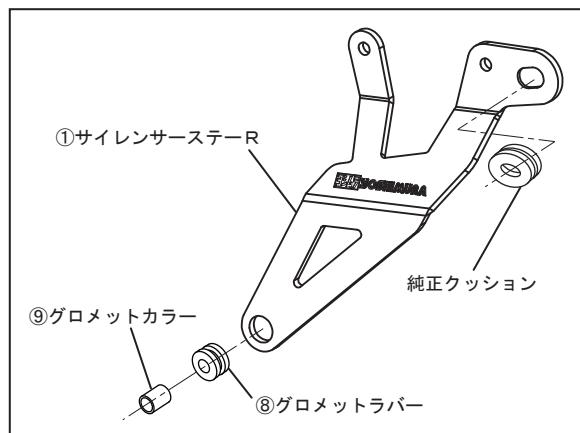

FIG. 2
- ①サイレンサーステーRに⑧グロメットラバー、⑨グロメットカラーと、手順2で取り外した純正クッションを取り付けて下さい。 (FIG. 2 参照)